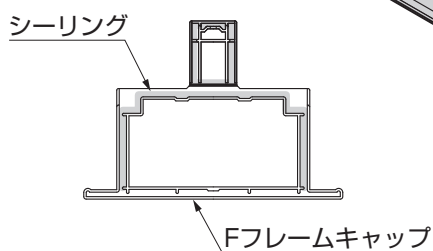
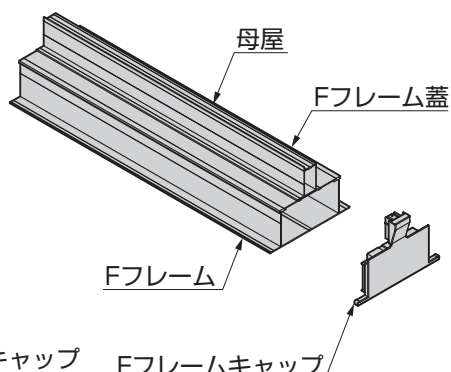

図5-7
図5-8
- ①図のようにFフレームを梁の母屋取付け穴から前枠側に50.45mmの位置に【18-1】で取付けてください。
- ②FフレームにFフレーム蓋を【18-1】で取付けてください。
- ③Fフレーム蓋の上に母屋をのせ、母屋の取付け穴をFフレーム蓋の中央部前枠側のV溝に合わせ、【18-1】で取付けてください。
- ④Fフレームキャップにシーリング材を充てんしてFフレームと母屋を取付けてください。(図5-7、図5-8参照)